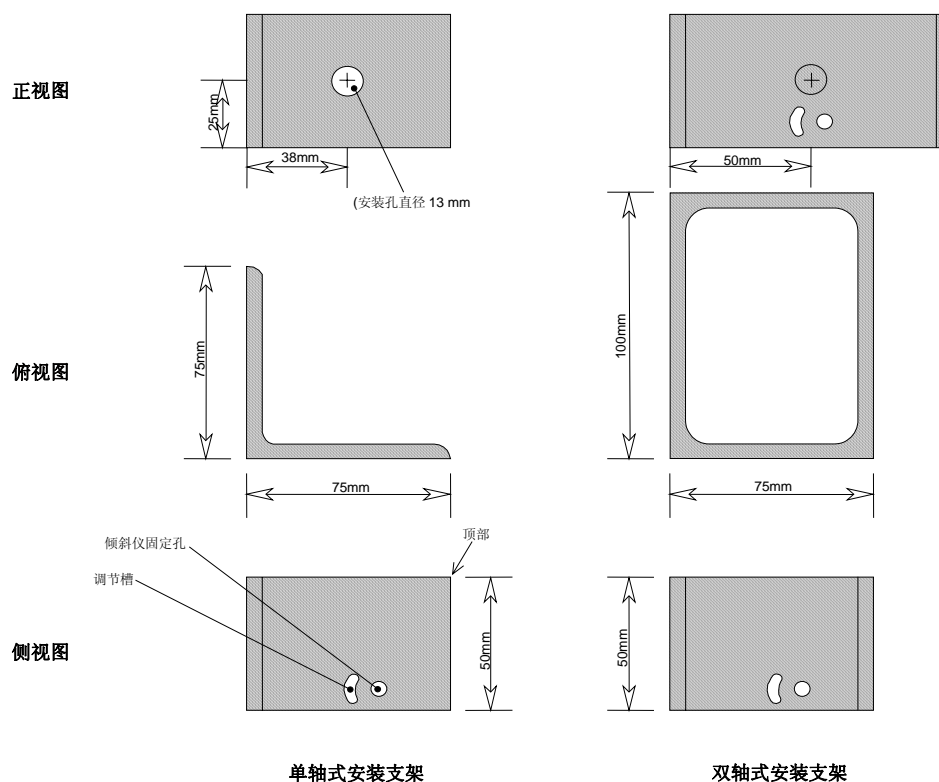

图 3 - 倾斜仪安装支架
可提供两种固定支架，一种用于单向倾斜测量，另一种用于双向倾斜测量，见图 3，这两种安装支架是通用的，单轴倾斜仪的安装说明介绍了环氧树脂和灌浆锚杆的使用，而双轴传感器的安装说明则介绍了膨胀锚具的使用。
- 1) 首先安装单轴固定架（见图 3），此固定架用于垂直墙上的固定。
#### 1) 第一步是安装双轴固定架（见图 3），此固定架用于垂直墙上的固定。